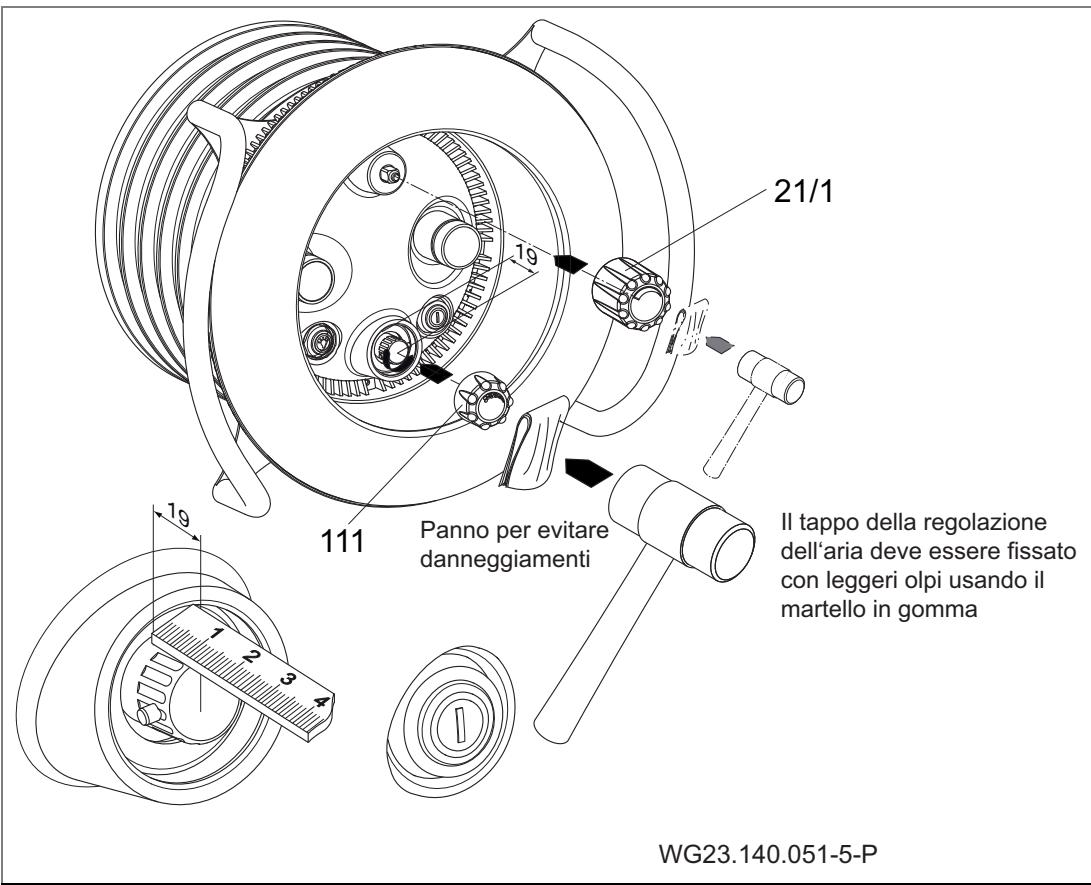

Fig. 19
12. Primavera: Con un martello di gomma ed un telo di protezione fissare i cappucci della regolazione della portata (111) e della regolazione dell'aria (21/1). (Fig. 19)
1. Sfilare il coperchio per la regolazione della portata (111) e dell'aria (21/1). Vedere "Fig. 19".
2. Allentare le viti autofilettanti (112) e rimuovere la copertura della luce (110).